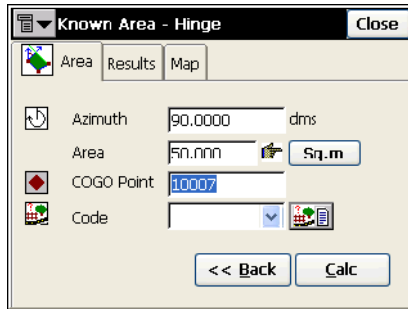

Figura 9-38. Área Conocida - Bisagra – Pestaña 2 Área
- **Siguiente**: abre la segunda pantalla de la pestaña *Área* (Figura 9-38 en la página 9-30).